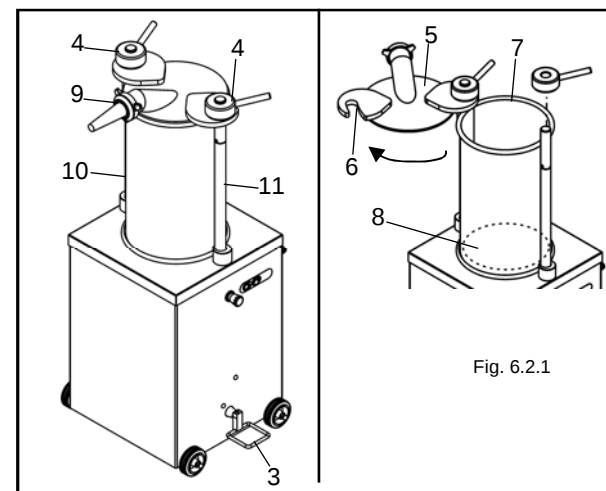

Fig. 6.2.1
- Dopo aver collegato la macchina alla linea elettrica, premere il pulsante di avvio "1" fig. 6.2.1 .
- Allentare le ghiere "4" di bloccaggio del coperchio di alcuni giri. Sollevare il coperchio e ruotarlo lateralmente come in fig. 6.2.1.
- Dopo avere scelto e montato l'imbuto di uscita tramite la ghiera "9", fig. 6.2.1 premere il pulsante di avvio "1".
- Quando il contenuto del cilindro è finito, portare il tampone nella posizione iniziale sollevando il pedale (fig. 6.2.1).
Per una adeguata pulizia della macchina da residui di impasto, rimuovere il coperchio svitando le ghiere di bloccaggio "4" fig. 6.2.1.
Estrarre il cilindro sollevandolo perpendicolarmente ai due perni "10" e "11" fig. 6.2.1.
Rimontare il tutto e serrare con la leva "4" il coperchio "5" sul cilindro "7" (fig. 6.2.1).
Nel caso sia necessario smontare il tampone "8" (fig. 6.2.1) agire nel seguente modo: